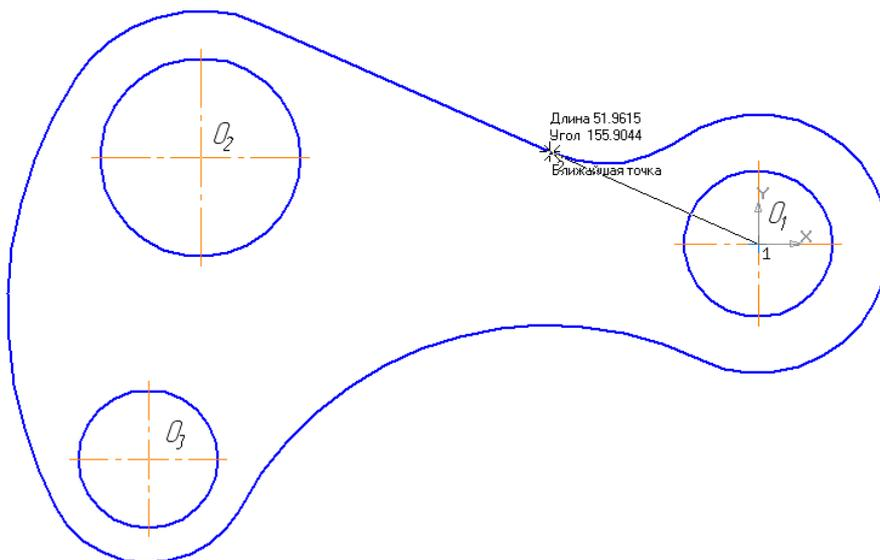

Рис. 81
5. Постройте отрезок, проходящий из центра окружности O_1 до касательной прямой стилем линии **Тонкая**. Этот отрезок определяет направление касательной через центр окружности O_1 и необходим для правильного чтения чертежа, рис. 81.